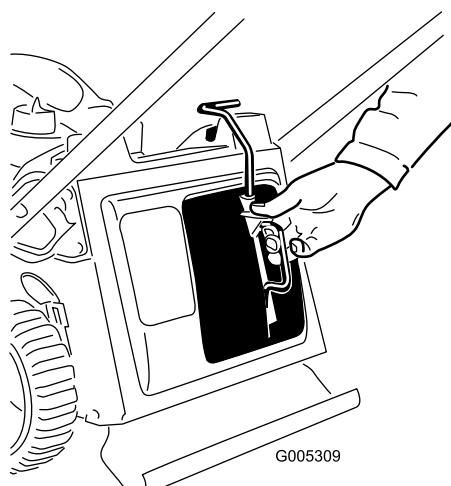

Figure 32
- Insérez l'obturateur de mulching (Figure 32).